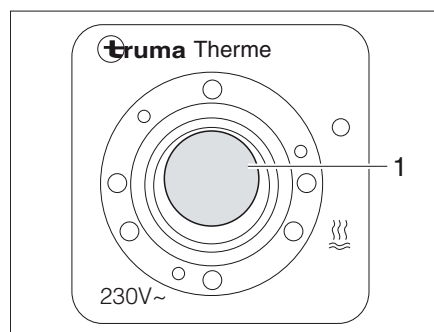

Fig. 130 Commutateur de commande du Therme
Le commutateur de commande (Fig. 130) permet la mise en service en mode de fonctionnement électrique. Le voyant de contrôle (Fig. 130,1) placé sur le commutateur doit s'allumer.
- Mettre le commutateur de commande (Fig. 130) en marche. Le voyant de contrôle (Fig. 130,1) placé sur le commutateur s'allume.
- Mettre le commutateur de commande (Fig. 130) hors circuit. Le voyant de contrôle (Fig. 130,1) placé sur le commutateur s'éteint.
- Mettre le commutateur de commande (Fig. 130) hors circuit. Le voyant de contrôle (Fig. 130,1) placé sur le commutateur ne s'allume pas.